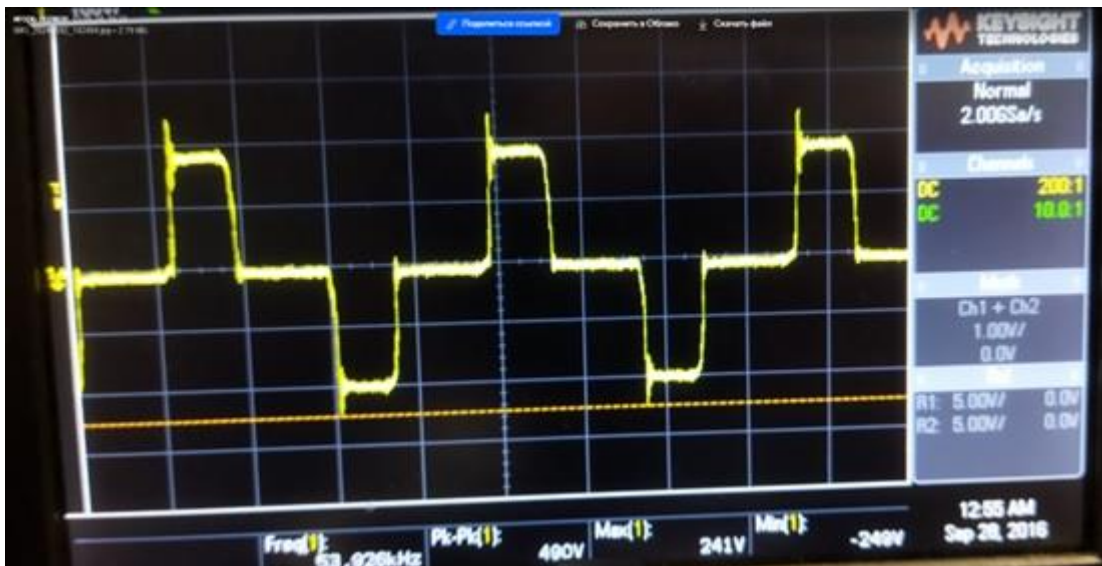

Рисунок 7 – Осциллограмма на выходе исправного ЗУ
9.6.2 При визуальном контроле осциллограммы (см. рисунок 7) обращают внимание на: